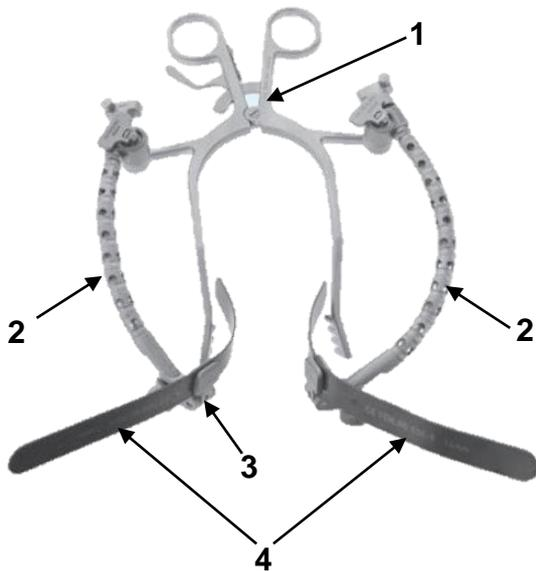

Fig. 1 : Exemple de configuration pour l'écarteur CONCEPT CEREBELLUM avec les bras de serrage, les supports de spatules et les spatules
La Figure 1 présente un exemple de configuration de l'écarteur CONCEPT CEREBELLUM (1) avec les bras de serrage (2) et les spatules (4). Le Tableau 1 énumère les composants correspondants.